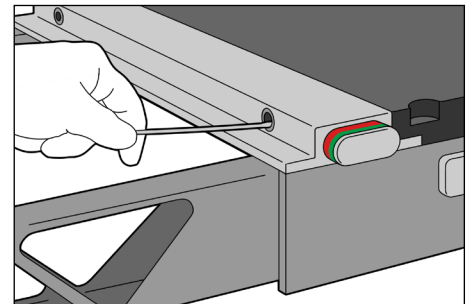

Fig. 3
3. Använd torra bomullstoppar för att rengöra insidan av mottagarhålen. (Fig. 3)
5. Använd torra bomullstoppar för att torka bort löst damm och smuts. (Fig. 3)